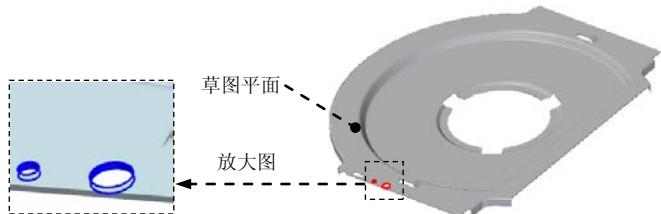

图 8.5.30 法向除料特征 3
(4) 单击  按钮，完成特征的创建。
Step12. 创建图 8.5.30 所示的法向除料特征 3。
(1) 选择命令。在“主页”功能选项卡“钣金”工具栏中单击  按钮，选择  法向除料 命令。
(2) 定义特征的截面草图。
① 选取草图平面。在系统 **单击平的面或参考平面。** 的提示下, 选取图 8.5.30 所示的模型表面为草图平面。